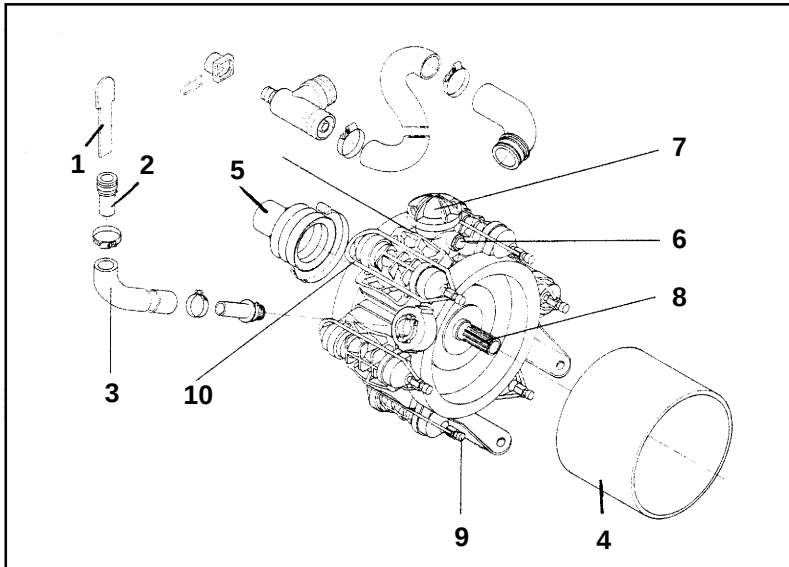
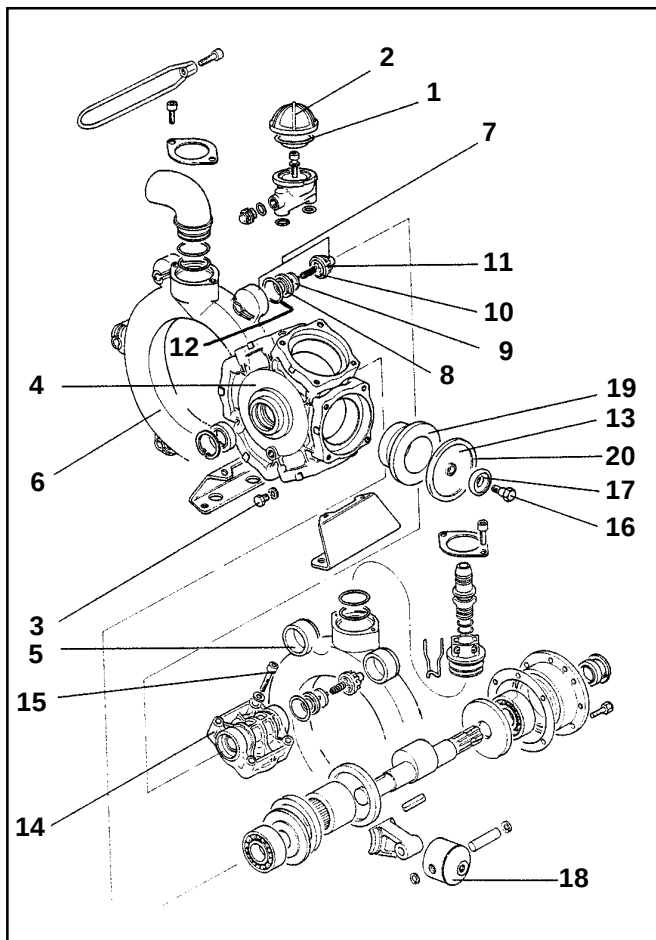

Fig. 9.1
Fig. 9.2
- Tryk- (Fig. 9.2/ 6) und sugerør (Fig. 9.2/ 5) påflanges pumpehuset og spændebøjlen monteres.
- Boltene (Fig. 9.1/ 9 og 9.3/ 5) spændes på kryds med et spændingsmoment på **11 Nm eller. 18 Nm** (BP 250).
Olie og sprøjtevædske i oliepåfyldningsstudsens eller et unormalt olieforbrug, er et sikkert tegn på at en af stempelmembranerne er defekte. I dette tilfælde skal alle stempelmembranerne (Fig. 9.2/ 13 og 9.3/ 14) udskiftes.
De skal kontrollere stempelmembranerne (Fig. 9.2/ 13) mindst én gang årligt.
- Boltene (Fig. 9.1/ 9 og 9.3/ 5) løsnes.
- Spændebøjlen (Fig. 9.1/ 10) samt suge- og trykrøret (Fig. 9.2/ 5, 9.2/ 6 og 9.3/ 6, 9.3/ 7) og ventilgruppen (Fig. 9.2/ 7 og 9.3/ 8) fjernes. **Vær opmærksom på hvorledes ventilerne på suge- og tryksiden er monteret!**
- Efter at boltene (Fig. 9.2/ 15) er fjernet afmonteres topstykket (Fig. 9.2/ 14).
- Stempelmembranerne (Fig. 9.2/ 13) kontrolleres.